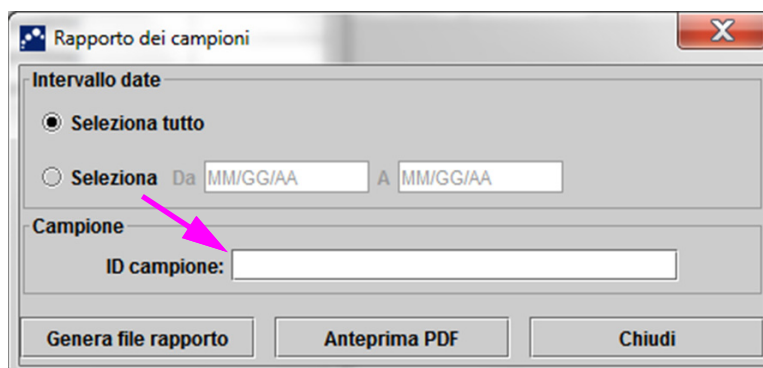

Figura 5-86. Finestra di dialogo Rapporto dei campioni
- 2) Se desiderato, per stampare il rapporto andare alla posizione salvata, aprire il rapporto del test e stamparlo. Verrà stampato un rapporto del test simile a quello presentato nella Figura 5-86.
- B. **Anteprima PDF:** consente di creare un file PDF e di visualizzarlo nella finestra di Adobe Reader. Vedere la Figura 5-86. È possibile salvare e stampare il file PDF tramite il software Adobe Reader.